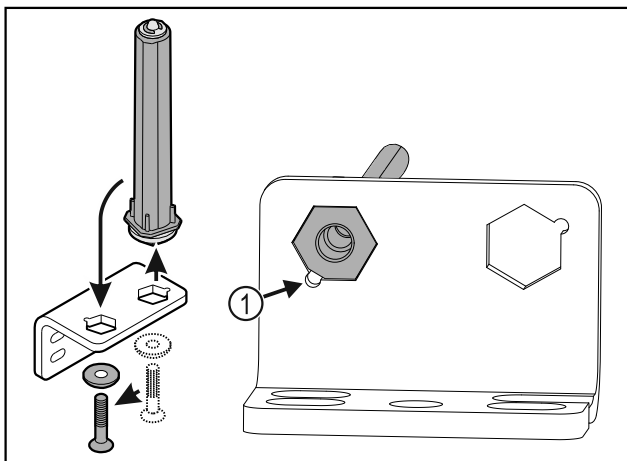

Fig. 32
- ▶ Vær derved opmærksom på, at boltens affasning Fig. 32 (1) peger mod det runde hul under isætningen.